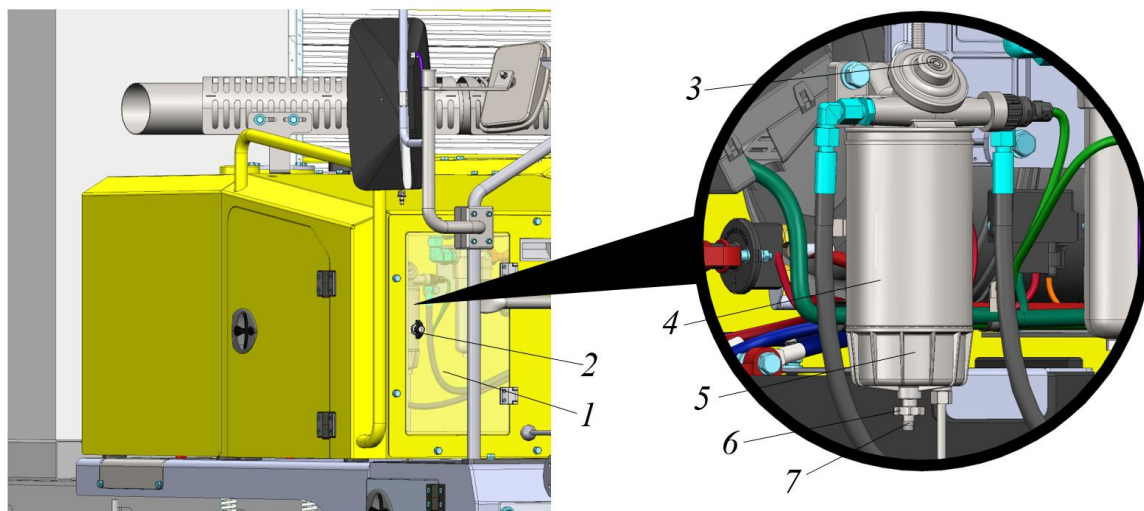

Рисунок 5.10. Фильтр предварительной очистки топлива
Фильтр предварительной очистки топлива размещен в ящике спереди, справа, см. рис. 5.10.
- ▶ Открыть поворотный замок 2, открыть дверцу ящика 1. Дверца открывается на себя, рис. 5.10.